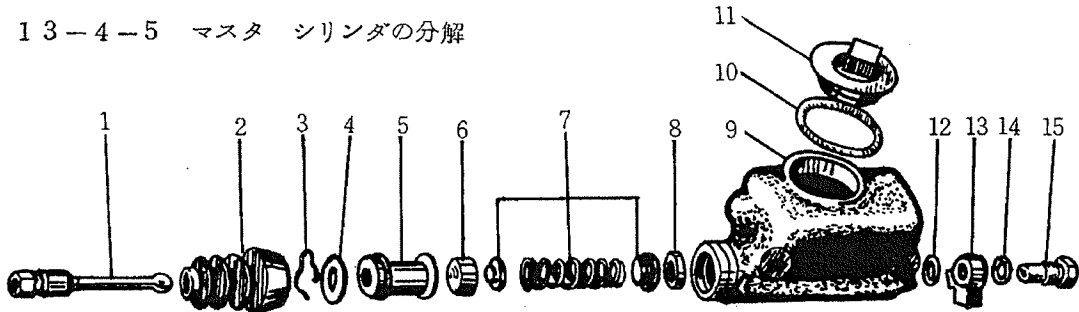

図13-11 マスタ シリンダ
(1) マスタ・シリンダの分解
- v) アイボルト側よりアイボルトを抜きブーツを外せばストップロックがありこれを取外せば図13-11に見る順にストップ・プレート・ピストン、プライマリ・カップ、スプリング及びリテーナ、チェックバルブ、バルブシートを抜き出すことができます。
(2) マスタ シリンダの組立
- i) ブレーキマスタシリンダ・リザーバタンクに注入してあるブレーキオイルと同種のブレーキオイルを使用、これで洗滌後オイルが附着したままでカップの滑りを良くし図13-11に示すどとき順序でかつ分解時の逆手順で組立を行ないます。